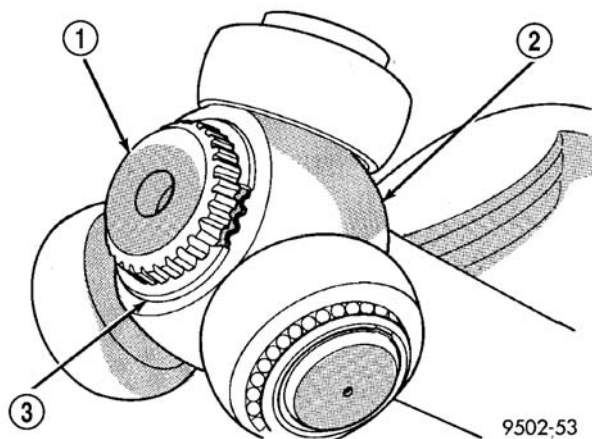

图 19 把三销式万向节壳体安装到星形轴总成上去
(4) 将密封套维修包提供的润滑脂量的 1/2 涂抹到三销式万向节壳体内 (不要使用其它类型的润滑脂)。剩余的一半置于密封套内。
(5) 将三销式万向节壳体与星形轴总成对准位置, 然后把三销式万向节壳体滑套在星形轴总成和连接轴上 (图 19)。